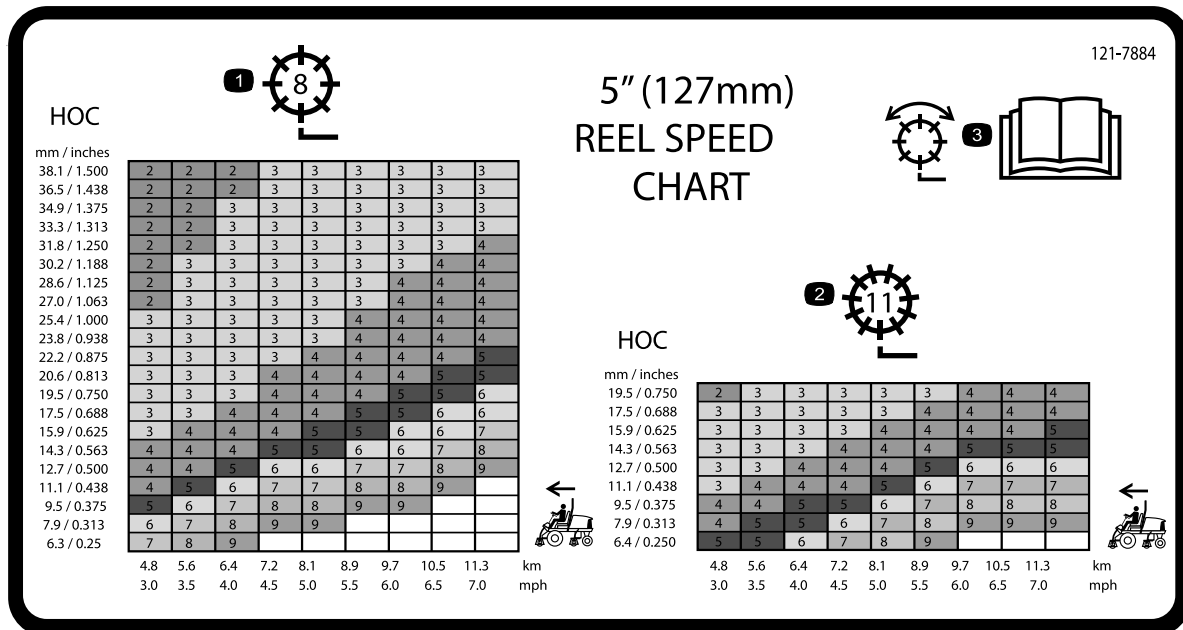
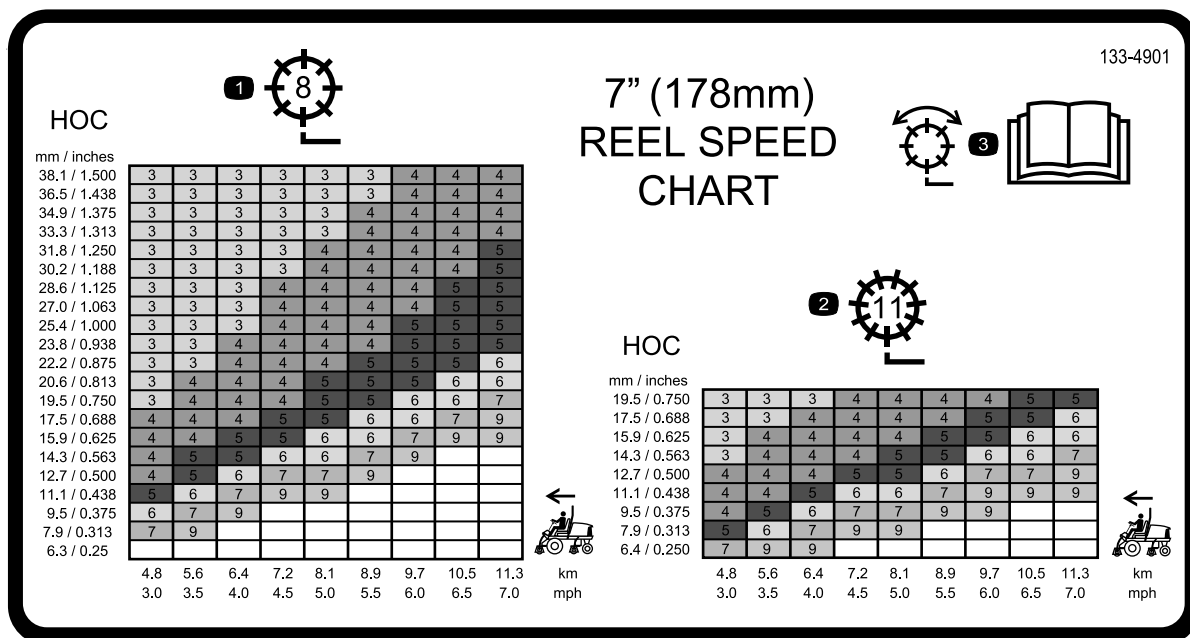

Figura 40
Figura 41
3. Utilize o gráfico nos autocolantes da velocidade dos cilindros (Figura 40 e Figura 41), para determinar a velocidade adequada dos cilindros.